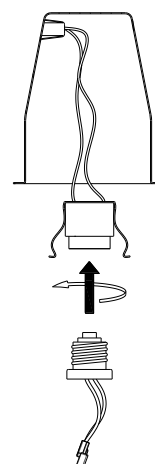

FIG. 3
2. Inserte el ADAPTADOR DEL PORTALÁMPARAS en el PORTALÁMPARAS. (FIG. 3)
2. Vissez le SUPPORT ADAPTATEUR dans la DOUILLE. (FIG. 3)